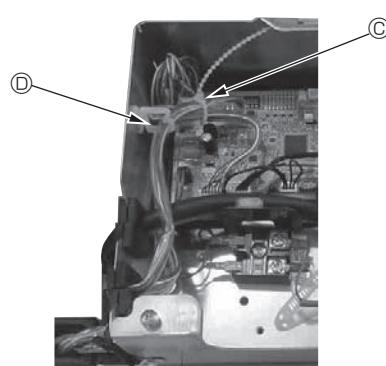

Fig. 10-14
- i-See sensör ve sinyal alıcı bağlantı kablolarnı fazla kısımlarını şemada gösterildiği gibi elektrikli aksam kutusunda kablo kıskacına yerleştirin ve kabloları hep beraber tespit malzemesi ile tespit edin. (Fig. 10-14)